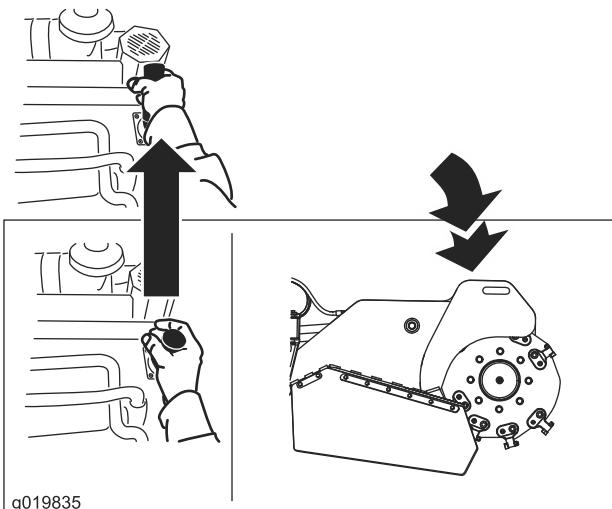

Figura 15
- Para baixar o triturador, empurre a alavanca para a frente (Figura 15).